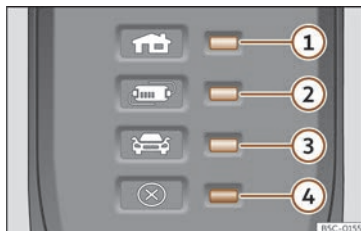

Abb. 67 Am Ladekabel für Netzsteckdosen: Kontrollleuchte in der Schutzeinrichtung.
>>> (Abb. 67):
Durch die elektronische Schutzeinrichtung >>> (Abb. 67) ist der Ladestecker so lange stromlos, bis er in die Ladedose des Fahrzeugs eingesteckt wird.
Eine oder mehrere Kontrollleuchten >>> (Abb. 67) ①, ② oder ③ leuchten grün.
Hinweis >>> (Abb. 67)	Bedeutung
①, ④ blinken	Der Hausstecker hat sich stark erhitzt.
②, ④ blinken	Die Schutzeinrichtung hat sich stark erhitzt.
Wenn der Ladevorgang mit einem geringeren Ladestrom fortgesetzt wird, blinkt abgesehen von der Betriebsanzeige die Warnleuchte >>> (Abb. 67) ④ rot.
- Sollte es wieder zu einer Abschaltung oder Verringerung des Ladestroms kommen und die Ursache hierfür nicht mit einer externen Wärmequelle in Verbindung stehen, ist darauf zu achten, welche grüne Kontrollleuchte blinkt >>> (Abb. 67). Zur Überprüfung des Ladekabels ist ein CUPRA-Fachbetrieb oder ein SEAT-Vertragshändler aufzusuchen. Zur Überprüfung der Anschlüsse der Ladeinfrastruktur ist ein Fachunternehmen für Elektroinstallationen aufzusuchen.
Wenn die rote Warnleuchte ④ blinkt oder leuchtet, ohne dass gleichzeitig eine der Kontrollleuchten >>> (Abb. 67) ①, ② oder ③ die Betriebsanzeige dauerhaft leuchtet, liegt eine Störung vor.